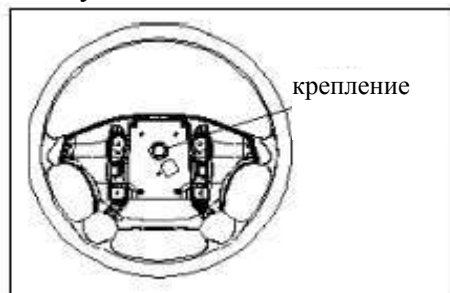

Рис. 233
- (1) Отсоедините кабель НПБ.
- (2) Удалите установочные болты руля управления.
- (3) Нанесите на блок руля управления и верхнюю секцию рулевого вала отметки для обозначения их взаимного расположения.
- (4) С помощью специального инструмента демонтируйте руль управления(рис. 233)